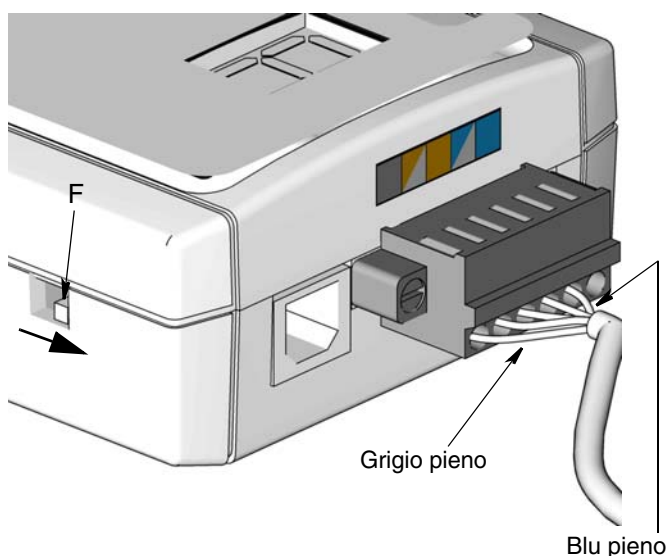

FIG. 9
NOTA: I fili grigio e blu pieni identificati in FIG. 9 sono identificati come riferimento per garantire un corretto orientamento dei componenti durante la connessione del ricetrasmittitore al cavo RS422
Notare la posizione e il colore dei fili del diagramma di cablaggio (FIG. 9) per collegare correttamente il cavo RS422 al ricetrasmittitore.
- Collegare il connettore USB (1) alla porta USB del computer (2). Collegare l'estremità del cavo di alimentazione prima nell'ingresso di alimentazione del ricetrasmittitore (A) e poi in una presa di alimentazione 120 - 240 VCA con messa a terra.
- Verificare che l'interruttore di selezione (F) sia impostato sulla posizione corretta per la connessione RS422. Fare riferimento a FIG. 9 per le impostazioni dell'interruttore.